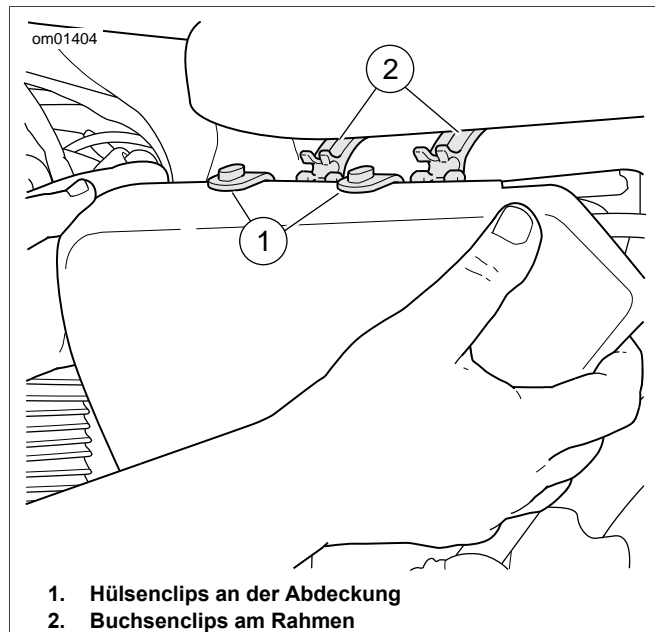

Abbildung 56. Linke Seitenabdeckung
1. Siehe Abbildung 56. Die linke Seitenabdeckung an den oberen Ecken ergreifen und vorsichtig vom Rahmen wegziehen. Bei XL-Modellen zum einfacheren Öffnen den hinteren Clip zuerst öffnen.